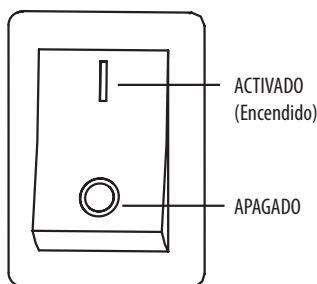

Figura 15
5. Si la cultivadora viene equipada con un control de parada de emergencia del motor, asegúrese de que el interruptor esté en la posición de encendido ACTIVADA antes de intentar encender la cultivadora. Vea la Figura 15.
Mueva el interruptor de control de parada a la posición de APAGADO. Vea la Figura 15.